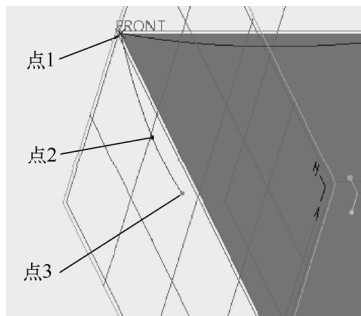

图 7-121 创建平面曲线 3
3) 按住〈Shfit〉键并单击捕捉到填充曲面的一个相应拐角点 (也是平面曲线 1 的另一个端点), 接着松开〈Shfit〉键分别选择第 2 点和第 3 点, 如图 7-121 所示。